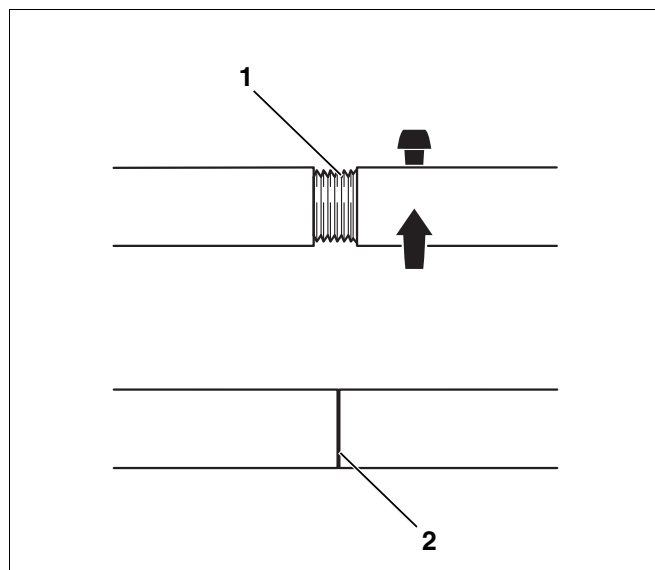

Fig. 16 Kjeltrekkeverktøy 2.3
Når kjeltrekkeverktøyet i størrelse 2.3 løsnes er det mulig at trekkstengenes skrueforbindelser blir løsere (fig. 16, **pos. 1**). Disse skal derfor kontrolleres og om nødvendig ettertrekkes før kjeltrekkeverktøyet brukes igjen (fig. 16, **pos. 2**). Hvis det presses med løse skrueforbindelser kan trekkeverktøyet skades eller ødelegges.